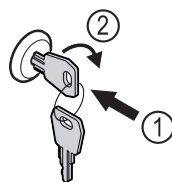

Fig. 166
- ▶ Insérer la clé. Fig. 166 (1)
- ▶ Tourner la clé à 90° dans le sens horaire. Fig. 166 (2)